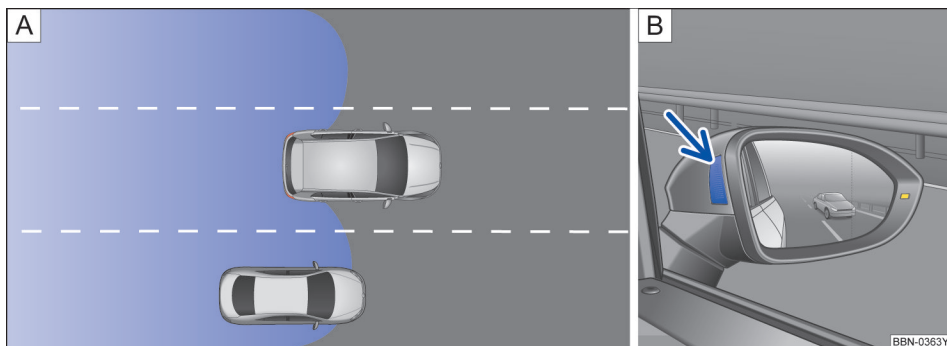

图 118 原理图：[A]：超车和并道的行驶状况 [B]：右侧车外后视镜上的变道辅助传感器显示
- 在以约 10 km/h 的速度差超越另一辆汽车时→ 图 118[A]。在明显快得多的超车过程时不会出现显示。